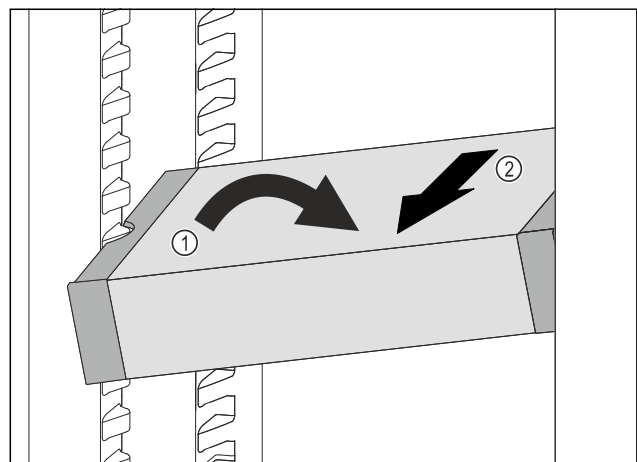

Fig. 114
- ▶ Встановити VarioSafe під кутом в охолоджувальному відділенні. Fig. 114 (1)
- ▶ Витягнути VarioSafe вперед. Fig. 114 (2)